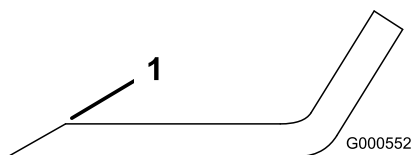

Figure 104
1. Au moyen d'une lime, aiguissez les tranchants aux deux extrémités de la lame (**Figure 104**).
**Remarque:** Si la lame est déséquilibrée, limez un peu l'extrémité de l'ailette seulement (Figure 104).